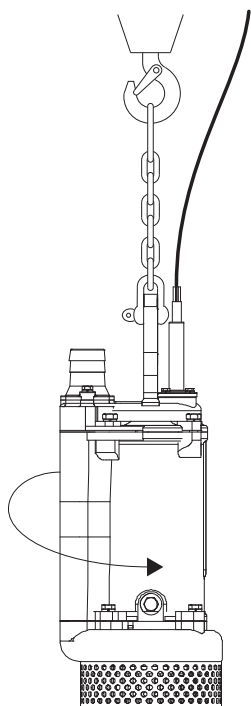

Рис. 7 Проверка направления вращения
2. Включить и тут же отключить насос, следя при этом за направлением действия крутящего момента (за направлением рывка) насоса. Если насос подключен правильно, рабочее колесо будет вращаться по часовой стрелке, т.е. рывок самого насоса будет против часовой стрелки. См. рис. 7. Если направление вращения неверное, поменять местами две фазы источника питания.